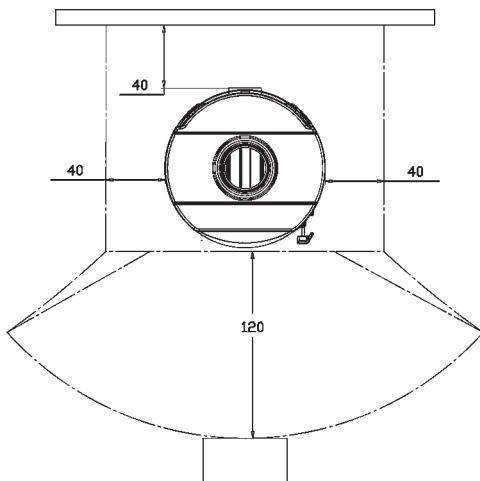

Bild 4A
a) um genügend Wärmeisolation zu sichern, sind die minimalen Sicherheitsentfernungen der hinteren und seitlichen Fläche von entflammabaren Gegenständen, d.h. von feueranfälligen Gegenständen (Möbel, Holzflächen, Stoffe usw.) zu beachten (siehe Bild 4A). Alle minimalen Sicherheitsentfernungen stehen auf dem Produkt und dürfen NICHT geändert werden.